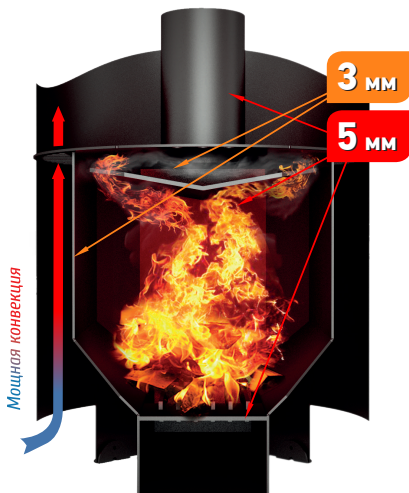

Рис. 4 Устройство и работа печи
Топка печи «Аурога» (6) изготовлена из проката повышенной прочности. Применение подобной стали, с учетом толщины стенок топки 3 мм, а наиболее ответственных элементов - 5 мм (рисунок 4), никак не уменьшает массу печи, но увеличивает надежность и срок эксплуатации.
Эффективная схема прогрева камней и парильного помещения заключается в том, что процесс теплообмена организован не только поверхностью дна каменки и патрубка (2), но и конвекцией воздуха между топкой и защитным кожухом (1) через конвекционные отверстия (рисунок 4).